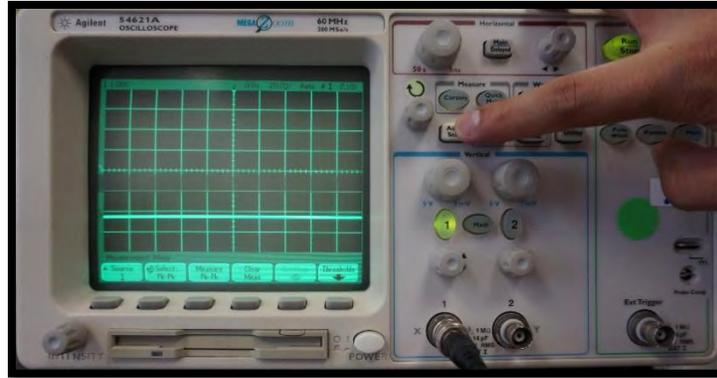

Figura D.3. Generación de la señal.
3. Se oprime el botón "AUTO-SCALE" para que se genere en la pantalla la gráfica de la señal (figura D.3).